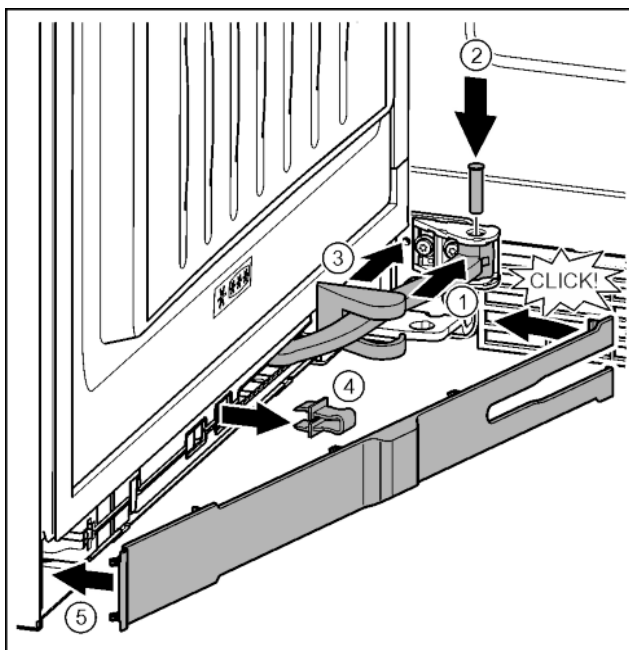

Fig. 38
- ▶ Gelenk in Aufhängung drehen. Fig. 38 (1)
- ▶ Bolzen mit einem Schraubendreher T15 in Aufhängung und Gelenk einsetzen. Dabei darauf achten, dass der Rastnocken korrekt in der Nut sitzt. Fig. 38 (2)
- ▶ Lagerbockabdeckung entlang des Gelenks schieben und über der Aufhängung montieren. Fig. 38 (3)
- ▶ Sicherung abnehmen. Fig. 38 (4)
- ▶ Blende griffseitig ansetzen und einschwenken. Fig. 38 (5)